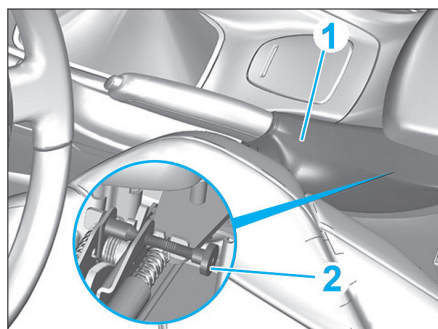

Fig. 52
- Dégrafer le soufflet (1) de levier de frein à main (Fig.52).
- Actionner le poussoir de déverrouillage de rattrapage de jeu intégré (2).